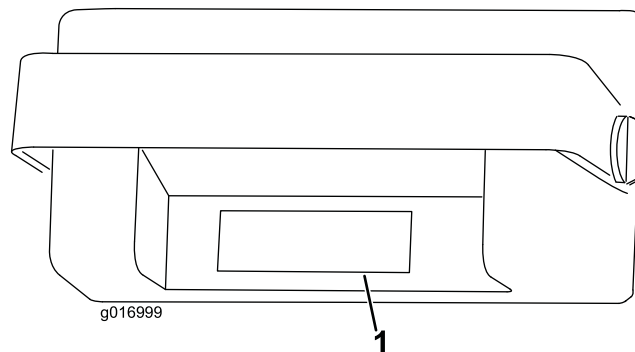

図 8
3. コンソールカバーを元通りに取り付け、コンソールの後部にデカルを貼り付ける（図 8）。